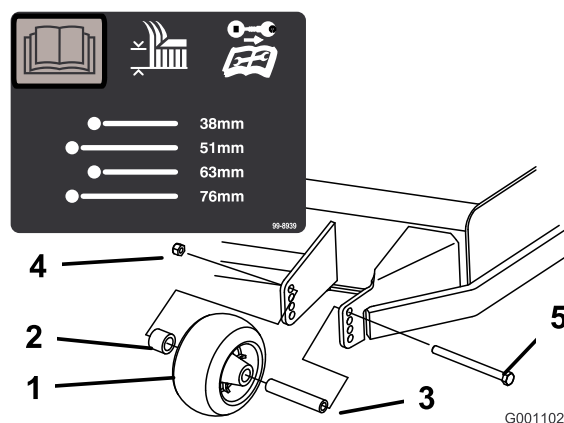
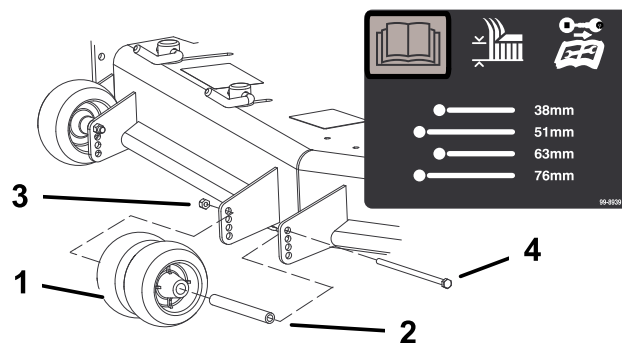
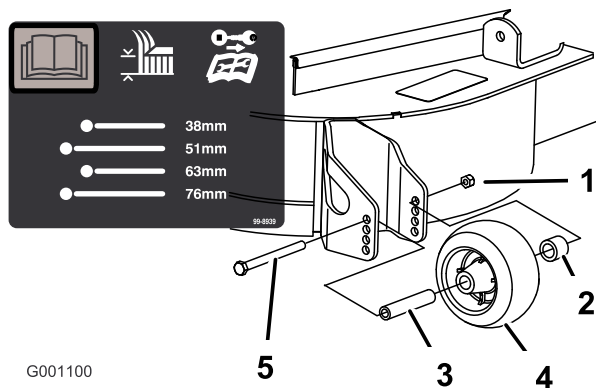

Figura 20
Figura 21
Figura 22
3. Después de ajustar la altura de corte, ajuste los rodillos retirando la tuerca con arandela prensada, el casquillo, el espaciador y el perno (Figura 20, Figura 21, y Figura 22).
Nota: Los dos rodillos centrales no tendrán espaciador (Figura 21).
5. Instale la tuerca con arandela prensada, el casquillo, el espaciador y el perno. Apriete a 54–61 Nm (Figura 20, Figura 21 y Figura 22).